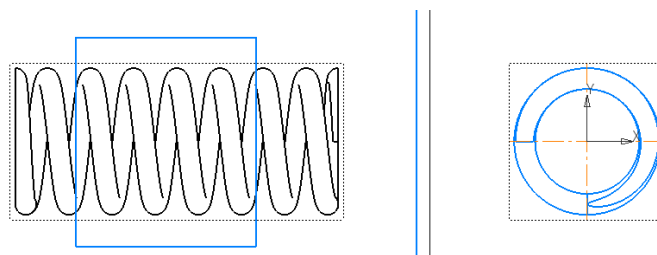

Рис. 8 Выделение области для создания местного разреза
- **Черчение – Геометрия – Прямоугольник по двум точкам.** С помощью примитива «Прямоугольник» ограничить область для фронтального разреза (рис. 8).
- **Черчение – Виды – Местный разрез.** В вкладке «Виды» выбрать команду «Местный разрез». Указать на контур прямоугольника и положение секущей плоскости на виде Слева (см. рис. 8).